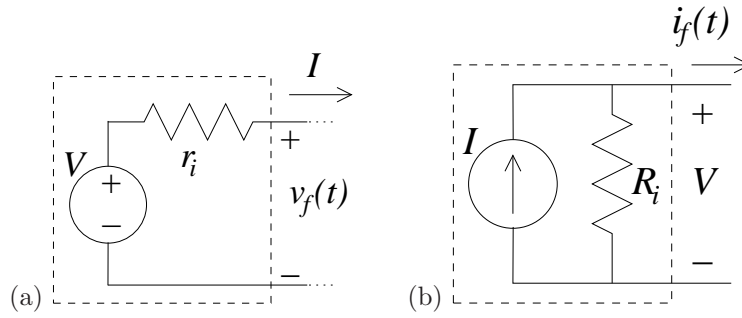

Figura 2.1: Fuente independiente no ideal: (a) de tensión, (b) de corriente
*Fuentes no ideales.* Considere la Figura 2.1. Se muestra una primera aproximación a las *fuentes reales*, tanto de tensión como de corriente. Observe que la fuente de tensión (Figura 2.1a) se transforma en ideal si  $r_i \equiv 0$  (corto). De la misma forma, la fuente de corriente (Figura 2.1b) se transforma en ideal si  $R_i = \infty$  es un *circuito abierto* ó, simplemente, un *abierto* (más propiamente deberíamos indicar que  $R_i \rightarrow \infty$  es un “muy” grande).